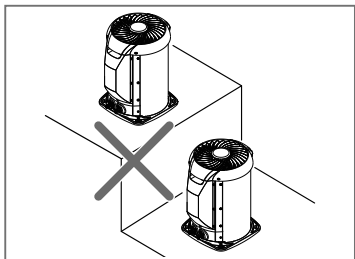

FIG. 6 - EVITAR INSTALAÇÃO EM DEGRAUS
- Não é recomendável instalar a unidade condensadora em degraus, para evitar que uma das unidades aspire o ar aquecido proveniente da outra (Fig. 6).